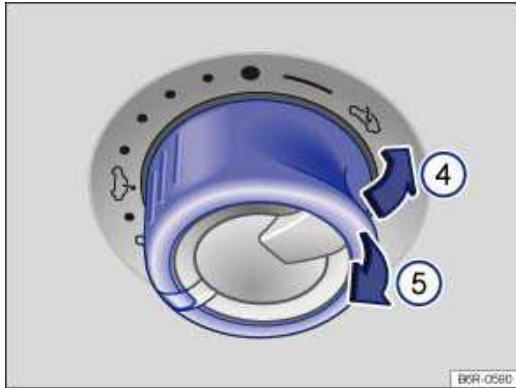

Abb. 38 Im Dachhimmel: Schalter drücken zum Ausstellen und ziehen zum Schließen.
- Innerhalb von etwa 5 Sekunden nach dem Auslösen der Kraftbegrenzung den Schalter so lange ziehen → Abb. 38 , bis das elektrische Panorama-Schiebe- und Ausstell-Glasdach vollständig geschlossen ist.